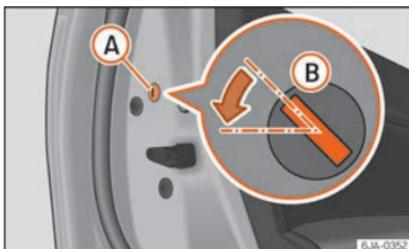

Fig. 6 Porta posteriore: bloccaggio di emergenza.
- Rimuovere il coperchietto **A** »» fig. 6.